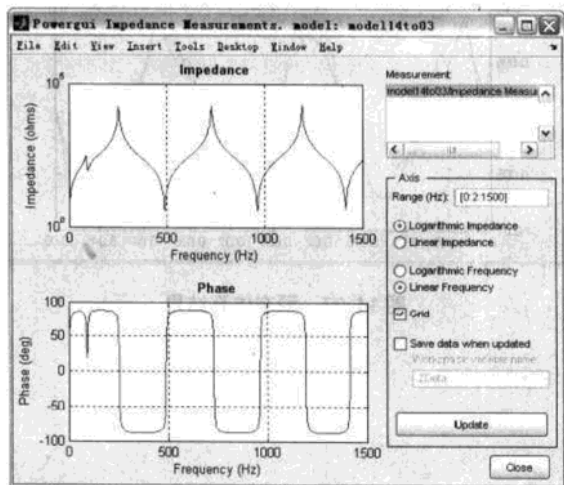

图 14.25 结果分析窗口
(3) 双击 powergui 模块, 在 Tools menu 中单击 Impedance vs Frequency Measurement 选项, 弹出如图 14.25 所示数据显示窗口。
(4) 选择 model14to03.mdl 模型窗口的 Simulation|Configuration parameters 命令。在